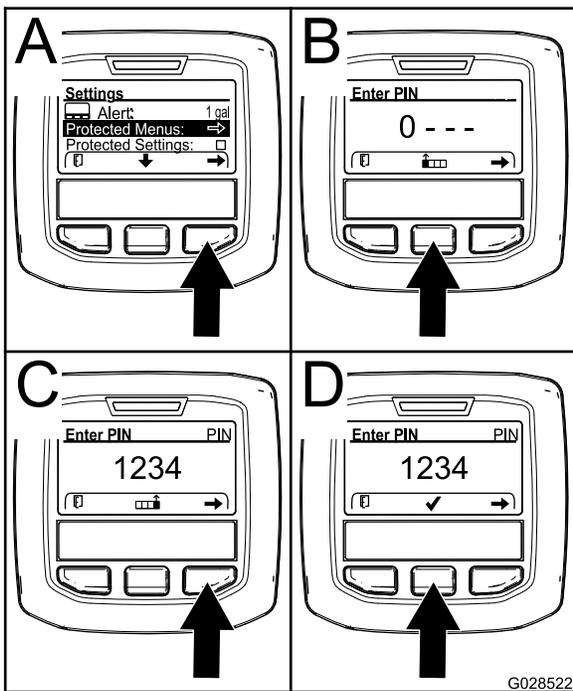

Figura 24
3. Carregue no botão de seleção direito para selecionar a opção de menus protegidos (A de Figura 24).
- Carregue no botão de seleção central (B de Figura 24) para aumentar o valor numérico (0 a 9)..
- Carregue no botão de seleção direito (C de Figura 24) para mover o cursor para a posição numérica seguinte à direita.
Nota: Surge o ícone de marca de verificação acima do botão de seleção central (D de Figura 24).
6. Carregue no botão de seleção central (D de Figura 24) para introduzir a palavra-passe.